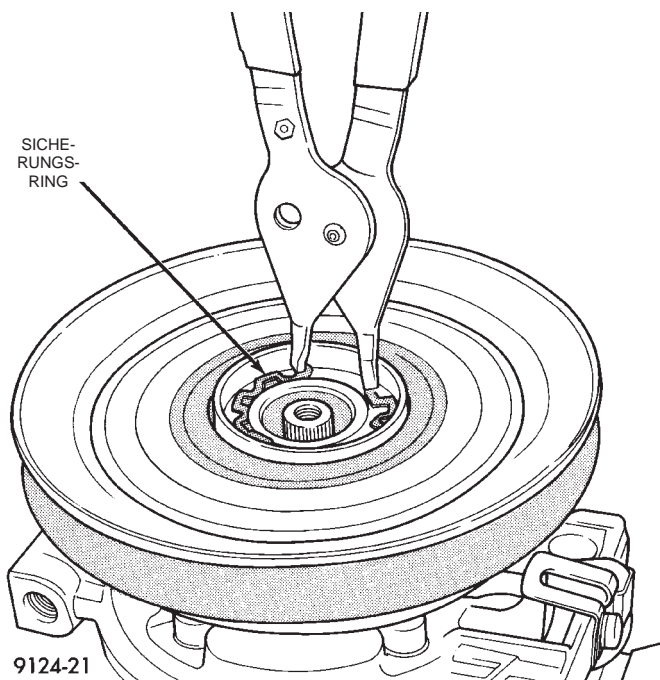
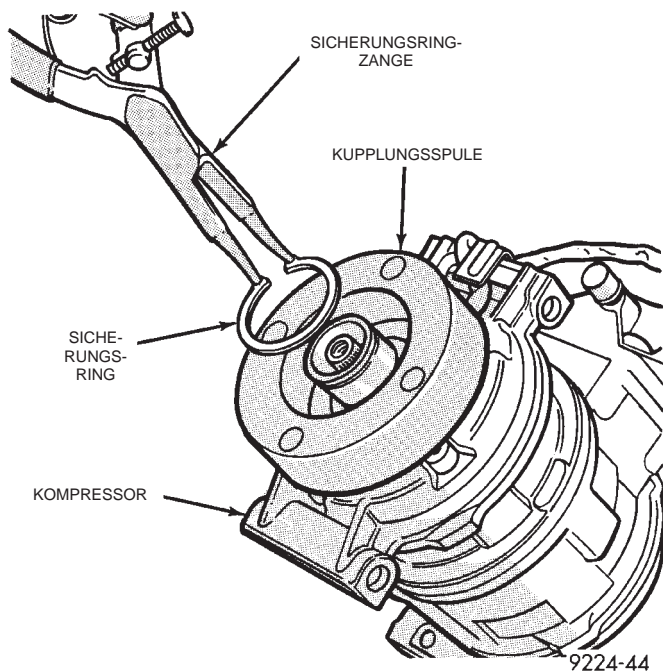

Abb. 19 Sicherungsring der Riemenscheibe ausbauen
Abb. 20 Sicherungsring der Kupplungsspule
(3) Sicherungsring der Riemenscheibe mit einer Sicherungsringzange (C-4574) abnehmen und Riemenscheibe vom Kompressor abziehen (Abb. 19).
(4) Befestigungsschraube der Kabelhalterung/Masseverbindung lösen und Verdrahtung abklemmen.
(5) Den Sicherungsring abnehmen, mit dem die Spule am Kompressorgehäuse befestigt ist (Abb. 20) und Spule vom Kompressorgehäuse abziehen.
(6) Reibflächen der Riemenscheibe und Kupplungsscheibe auf Verschleiß untersuchen. Bei übermäßigem Verschleiß oder Riefenbildung, Riemenscheibe und Kupplungsscheibe austauschen. Sind die Reibflächen verölt, überprüfen, ob Öl im vorderen Bereich der Kompressorwelle vorhanden ist, und Filzdichtung von der vorderen Abdeckung abnehmen. Ist die Filzdichtung öldurchtränkt, so ist der Wellendichtring undicht und muß ausgetauscht werden.
(7) Lager auf Rauigkeit oder übermäßig hohen Schmiermittelverlust untersuchen und nach Bedarf austauschen.